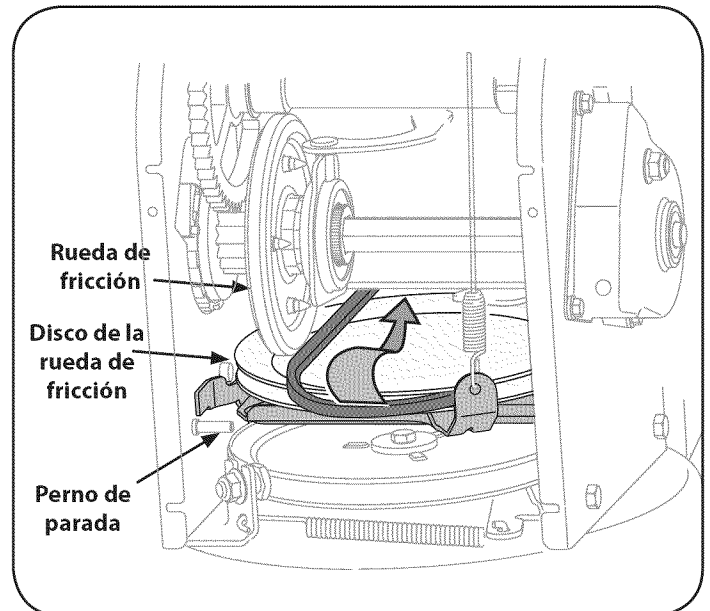

Figura 34
- Detrás la parada se escapa para aumentar la autorización entre el disco de rueda de fricción y rueda de fricción. Vea la figura 34.
- Deslice la correa de la transmisión fuera de la polea y de entre la rueda de fricción y el disco de la rueda de fricción. Vea la figura 34.